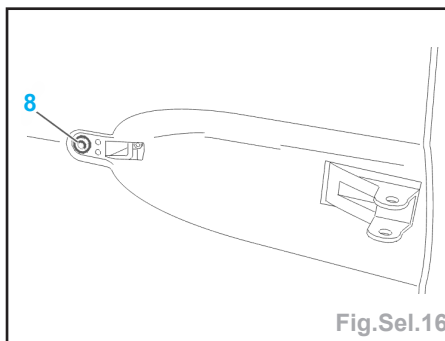

Fig.Sel.16
- Déposer la fixation (8) du support (Fig.Sel.16).